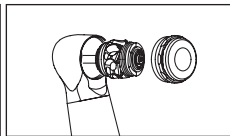

Fig. 31
- ❹ À l'aide de la fraise, retirez délicatement la cartouche entière de la tête (Fig. 31).